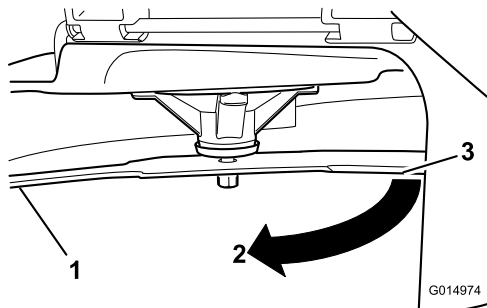

Figure 93
3. Seconde distance mesurée entre la lame et la surface (B)
4. Tournez la même lame de 180 degrés pour amener le tranchant opposé à la même position (Figure 93).